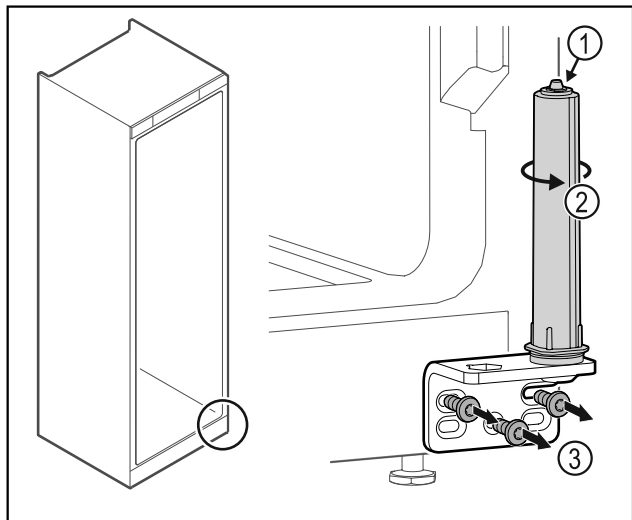

Fig. 46
- Neizjauciet durvju slēgšanas sistēmu Fig. 46 (1).
- ▶ Pagrieziet slēgšanas sistēmu Fig. 46 (2), līdz tā noklikšķ.
- ▶ Noskrūvējiet lokāmos kronšteinus Fig. 46 (3).